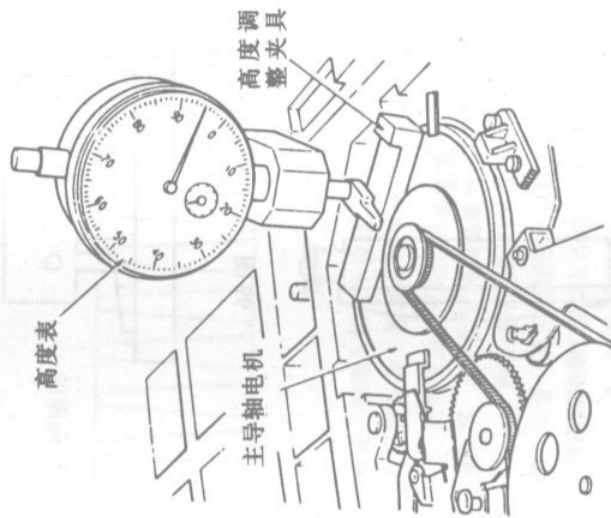

图 50
③安装好高度调整规，在底座部分放好带盘高度表，并把指针调整为“0”，如图50所示；